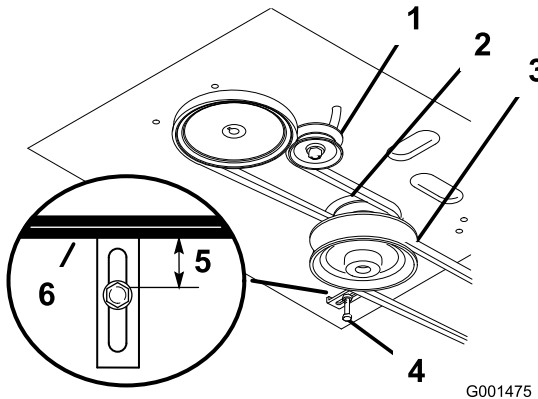

Figure 40
4. Enlevez la courroie du tablier de coupe (voir Remplacement de la courroie du tablier de coupe) (Figure 40).
5. Desserrez le boulon de pivot jusqu'à ce que la poulie de tension puisse coulisser dans la fente et déposez la courroie de transmission du moteur et des poulies d'entraînement (Figure 40).
6. Montez la courroie d'entraînement neuve sur les poulies de moteur et d'entraînement (Figure 40).
7. Insérez la poulie de tension dans le bâti du moteur pour tendre la courroie de transmission (Figure 40).
8. Installez la courroie du tablier de coupe (Figure 40).
9. Vérifiez que le guide de courroie sous le bâti du moteur est réglé correctement (Figure 40).